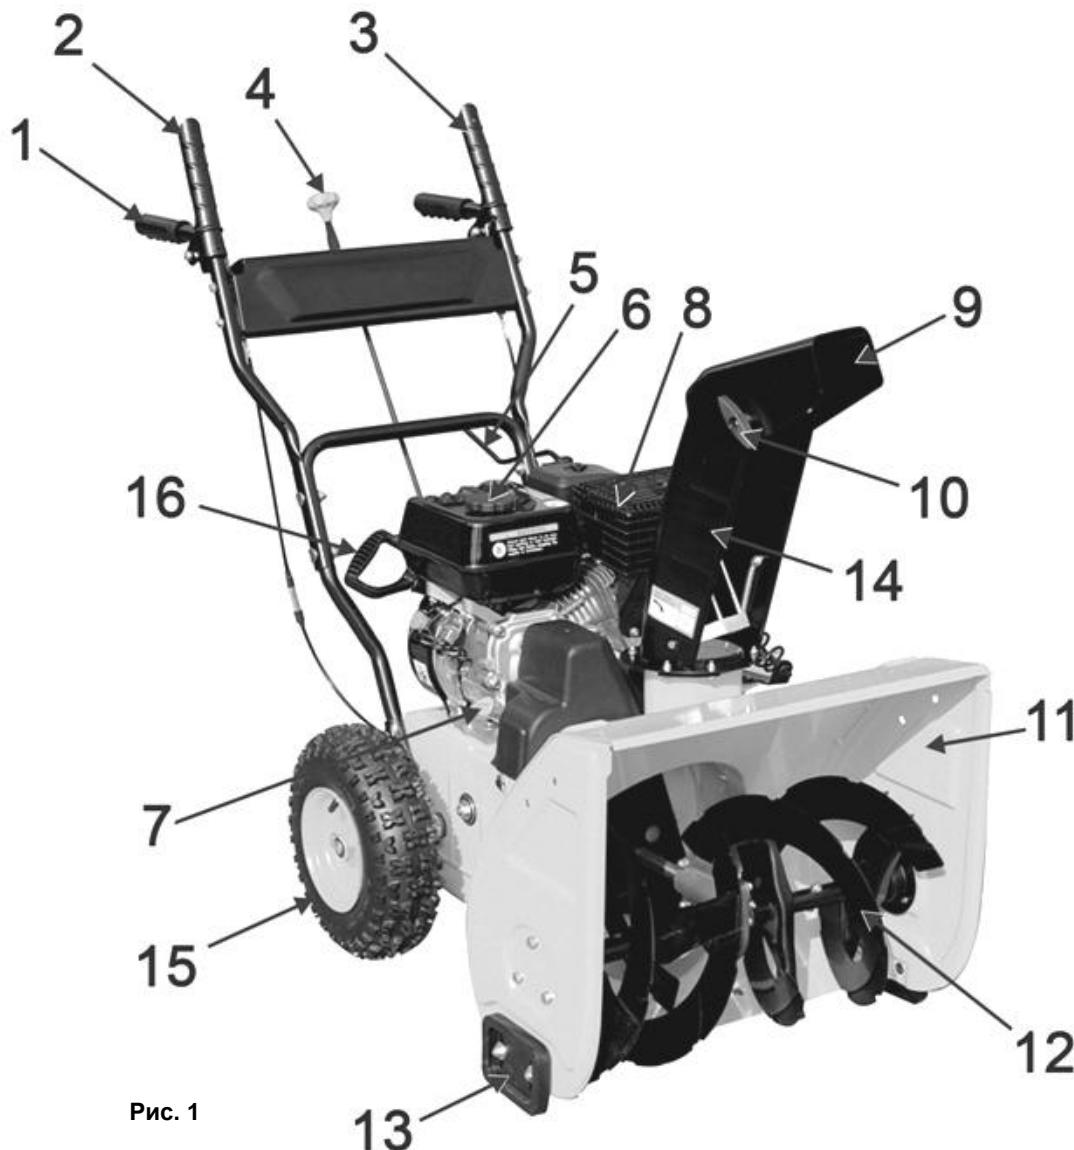
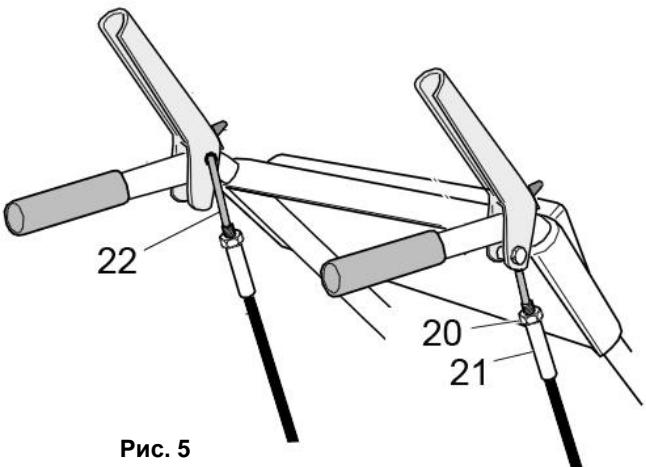
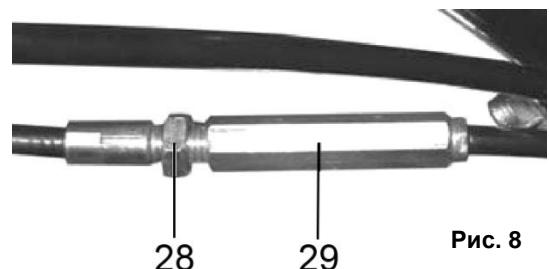

Рис. 1
Рис. 5
Рис. 8
- Снегоуборщик вращением лопастей шнека (12)(См. Рис.1) убирает снежный покров с ровных площадей, и через снегоотвод (14) выбрасывает его в выбранную сторону.
- Шнек (12)(См. Рис.1) - винтовой механизм в виде стержня с наклонными лопастями, приводимый в действие двигателем. Шнек захватывает, и транспортирует снежную массу внутрь снегоуборщика на врачающуюся
- Снегозаборник (11)(См. Рис.1) служит для захвата снега и направления его потока в рабочую зону снегоуборщика (на шнек).
Рычаг привода колес (2)(См. Рис.1)
- При нажатии рычага привода колес (2), включается система привода, и снегоуборщик начинает движение.
- При отпускании рычага привода колес (2), привод отключается, и снегоуборщик прекращает движение.
Рычаг привода шнека (3)(См. Рис.1)
- При нажатии рычага привода шнека (3), включается система привода, и лопасти шнека (12)(См. Рис.1) начинают вращение.
Рычаг переключения скоростей (4)(См. Рис.1)
- Для изменения скорости и направления движения: остановите снегоуборщик и вращение шнека, переведите рычаг (4)(См. Рис.1) в соответствующее выбранному режиму движения положение.
- Установите желоб снегоотвода (14)(См. Рис.1) на выпускной канал импеллера.
- Установить в отверстие на рычаге управления (2; 3)(См. Рис.1) верхний Z-образный конец троса (22)(См. Рис.5).
- Закрутите на резьбу Z-образного хвостовика втулку троса (21)(См. Рис.5). Закрутите гайку (20) к втулке (21).
- Нижний конец троса со спиральной пружиной (23)(См. Рис.5) закрепите на натяжном кронштейне. Гайкой (24) отрегулируйте допуск троса.
- Установите/замените ограничительные башмаки (13)(См. Рис.1; 7) с каждой стороны снегозаборника.
- Рычаги приводов колес и шнека (2) и (3) должны прижиматься к рукояткам руля управления (1)(См. Рис.1) без чрезмерных усилий.
- Проверьте работу рычагов (2) и (3)(См. Рис.1) привода колес и шнека.
- Рычаги (2) и (3) привода колес и шнека должны полностью прижиматься к рукоятке управления. Если этого не происходит, значит, тросики перетянуты, и их необходимо ослабить.
- Отрегулируйте приводные тросы с помощью резьбовой втулки (29)(См. Рис.8), расположенной в средней части троса.
- Для натяжения тросика: ослабьте гайку (28), а затем переместите резьбовую втулку (29) вверх и затяните гайку (28)(См. Рис.8) до втулки.
- Для ослабления тросика: ослабьте гайку (28) и переместите резьбовую втулку (29) вниз и затяните гайку (28) до втулки.